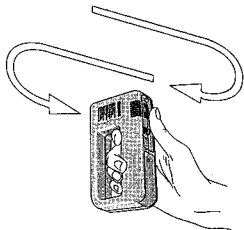

Fig. 2
5. Gerät langsam und gleichmäßig horizontal über die Wand gleiten lassen (Fig. 2).
5. Slide the detector slowly and uniformly in a horizontal motion over the wall surface (Fig. 2).